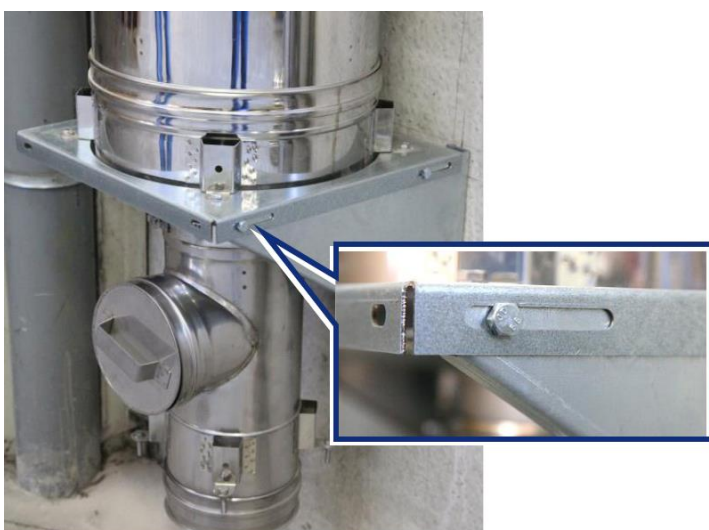

Figure 3
- (*) Vous pouvez coulisser l'élément de base vers l'avant ou l'arrière à l'aide des vis et des trous oblongs sur le côté (Figure 3).